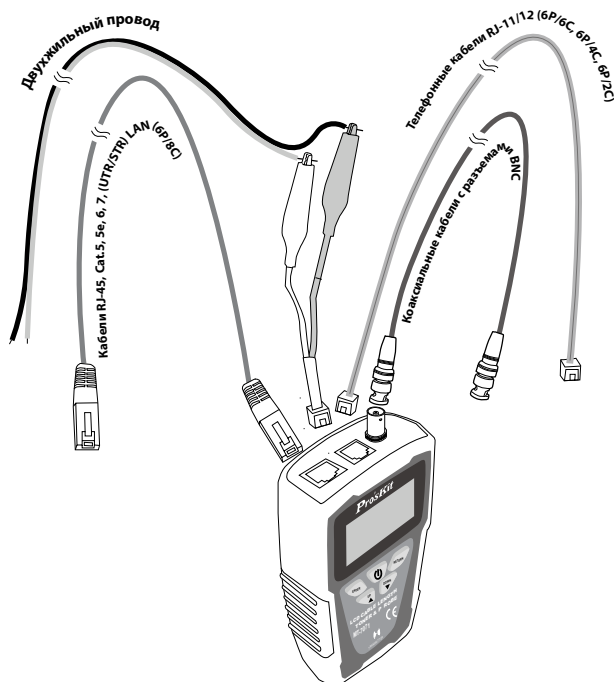

Рис. 6. Калибровка и измерение длины кабеля
2. Подсоедините эталонный кабель к MT-7071, как показано на рис. 6.
3. Подсоедините стандартный кабель к МТ-7071, как показано на рис. 6.